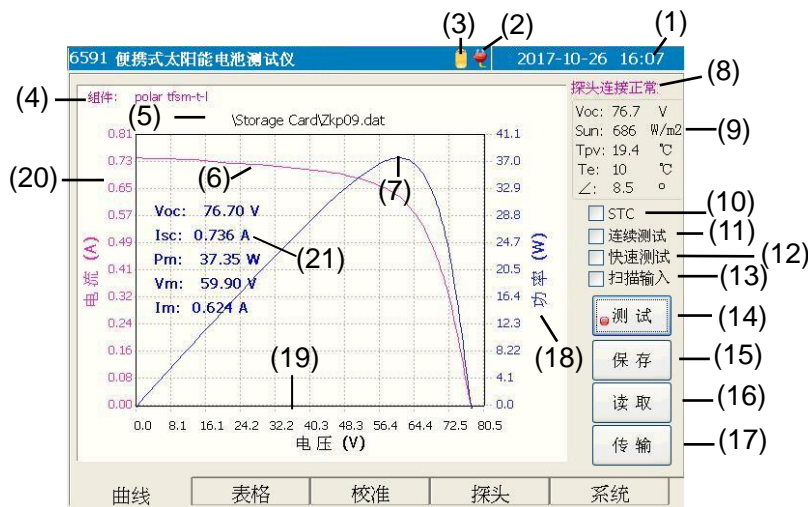

图 5-2 曲线窗口示意图
按住便携式太阳能电池测试仪的电源按钮^①5秒后，仪器开机，进入便携式太阳能电池测试仪的操作界面，如图 5-2 所示。操作界面分五个子模块：曲线、表格、校准、辐照度计和系统。
曲线窗口主要用于显示测试曲线，主要测试结果以及辐照度计的状态和测试数据等，如图 5-2 所示：
点击【测试】按钮或者按下 **Enter** 键，将测试出当前环境条件下，被测电池组件的 I-V 数据，测试完毕，将在曲线窗口上显示出当前环境下被测电池组件的 I-V 曲线和 P-V 曲线。如图 5-2 所示。